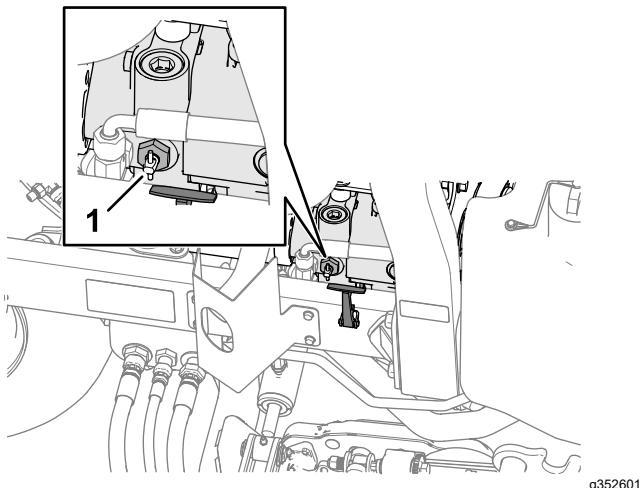

Figura 49
2. Junto al cierre derecho del capó, gire la palanca de la válvula de desvío en la bomba (Figura 49) y gire la válvula 90°.